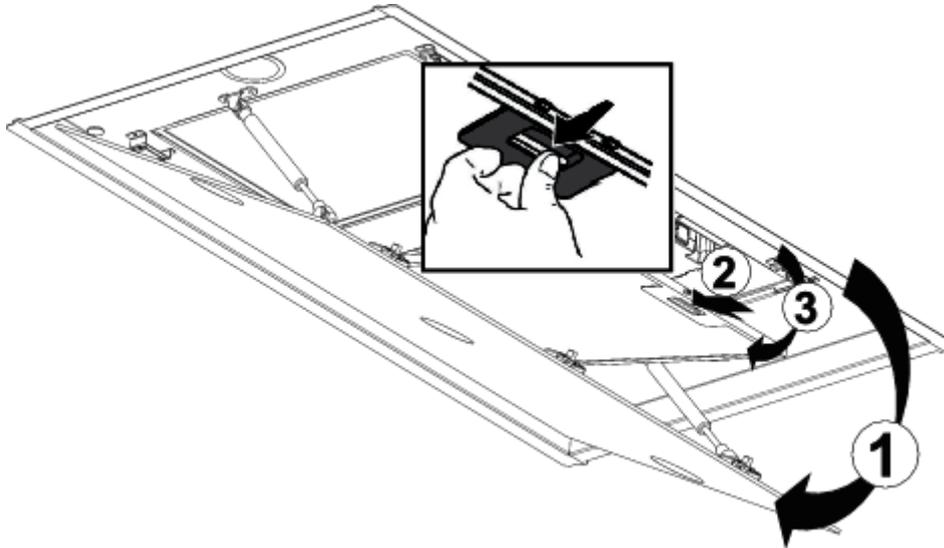

Fig. 5: Desmontaje de los filtros de aceite metálicos
Abra el aspirador lateral (Fig. 5/1).
3. Abra el bloqueo del filtro de aceite metálico (Fig. 5/2) y asegúrese de que no se caiga.
4. Inclíne el filtro de aceite de metal hacia adelante y sáquelo (Fig. 5/3).